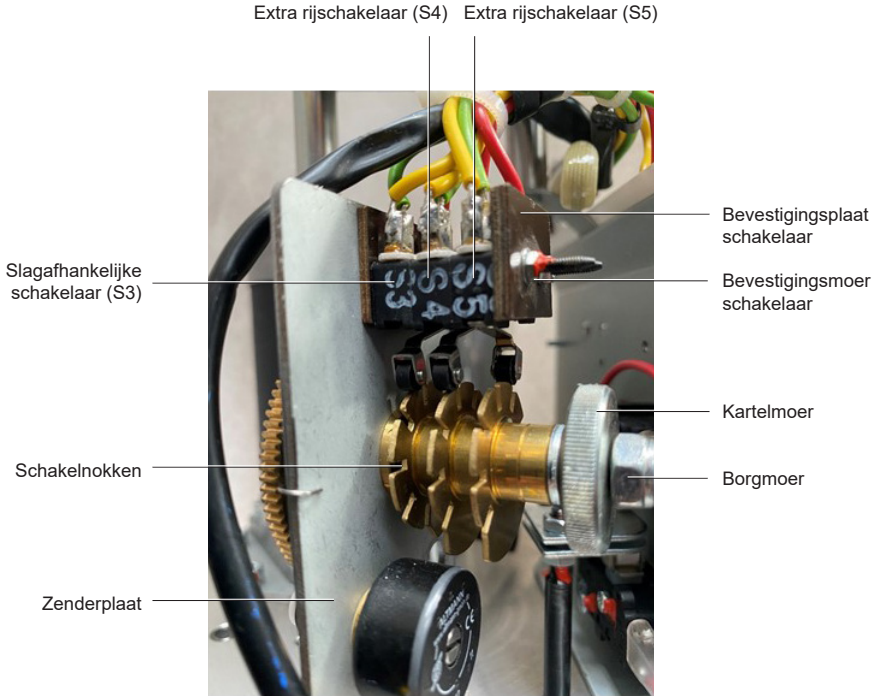

Fig. 10 Opstelling hulpslagschakelaar (WE+) (8 kN+)
- Raadpleeg Afbeelding 10 voor productoriëntatie